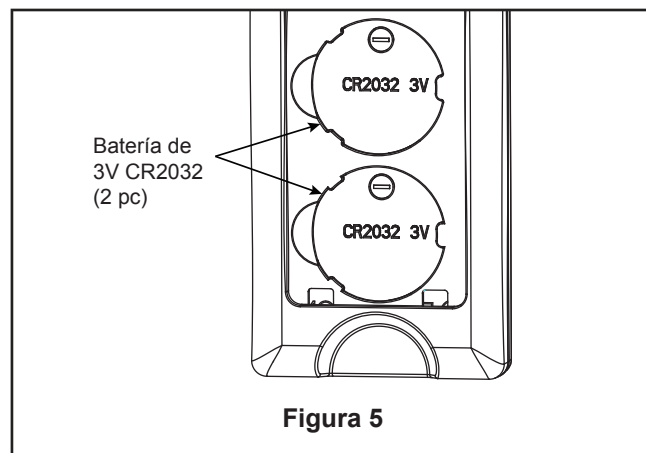

Figura 5
- ☐ 5. Monte la tapa en la unidad del carcasa de interruptor girándola en el sentido de las agujas del reloj. (Figura 5)
- ☐ 5. Instale las pila de 3V en el transmisor del mando a distancia. Mientras el ventilador esté apagado. (Figura 5)